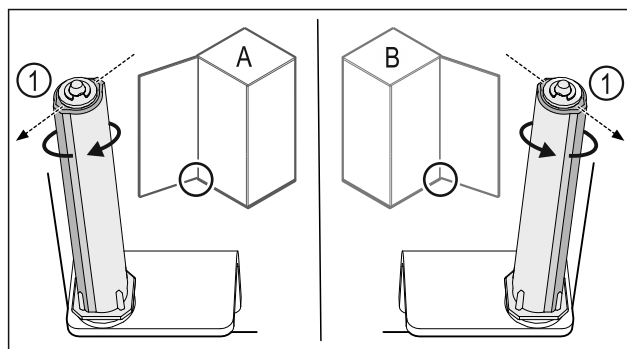

Fig. 43 Ľavý doraz (A)/pravý doraz (B)
- Otáčajte systém zatvárania proti odporu, kým nebude mostík systému zatvárania Fig. 43 (1) ukazovať von.